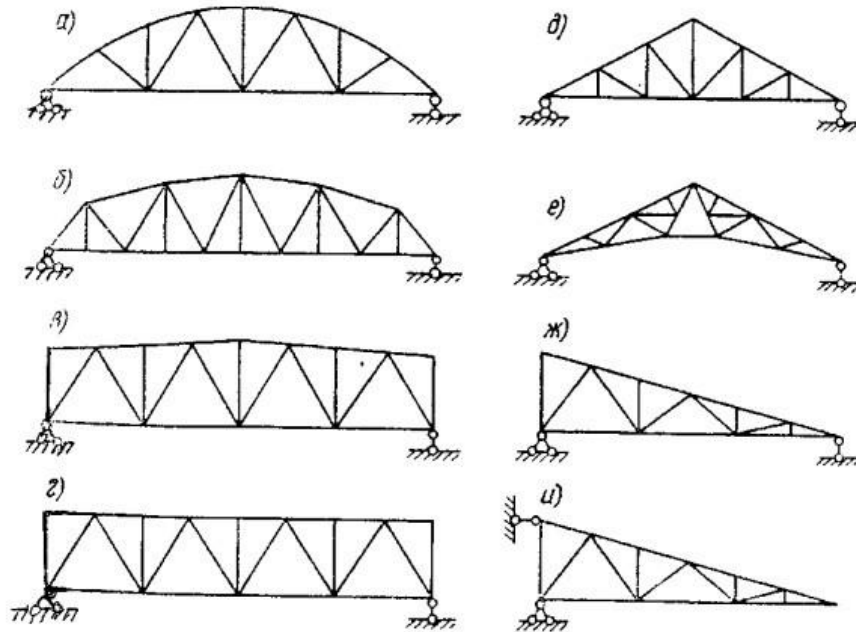

Рис. 3. Ферми за обрисом поясів: а – сегментні; б – полігональні; в – трапецеїдальні; г – з паралельним розташуванням поясів; д, е, ж, и – трикутні.
4.2. Для різних видів навантажень застосовуються різні види ферм. Їх класифікацій безліч, в залежності від різних ознак. Розглянемо типи за обрисами поясу (рис. 3):